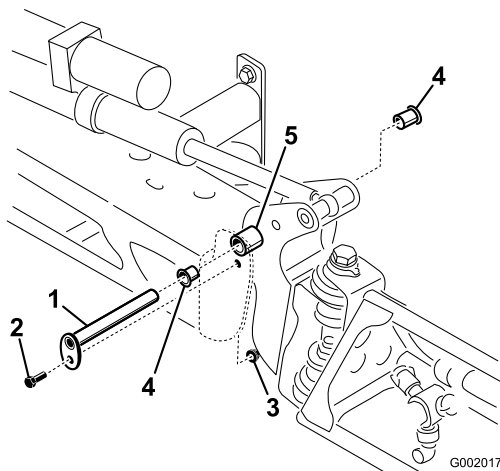

図 52
3. ブームを支えておきながら、ピボット・ピンをブーム・アセンブリに固定しているボルトとナットを取り外す(図 52)。ピボット・ピンを取り外す。
5. ナイロン・ブッシュを取り外し、ピボット・ブラケットの前面および後面側から見て点検する(図 52)。磨耗したり破損したりしている場合は交換する。
7. センター・フレームにブーム&ピボット・ブラケット・アセンブリを取り付け、開口部を整列させる(図 52)。